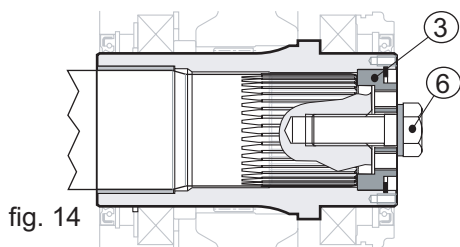

fig. 14
Sostituire la barra (pos. 4) con la vite (pos. 6), serrandola a fondo, applicando una forza come da tabella "coppie di serraggio" paragrafo 9.1, utilizzando inoltre un frenafili medio; Piv Posiplan consiglia LOCTITE 601 (vedi fig. 14).